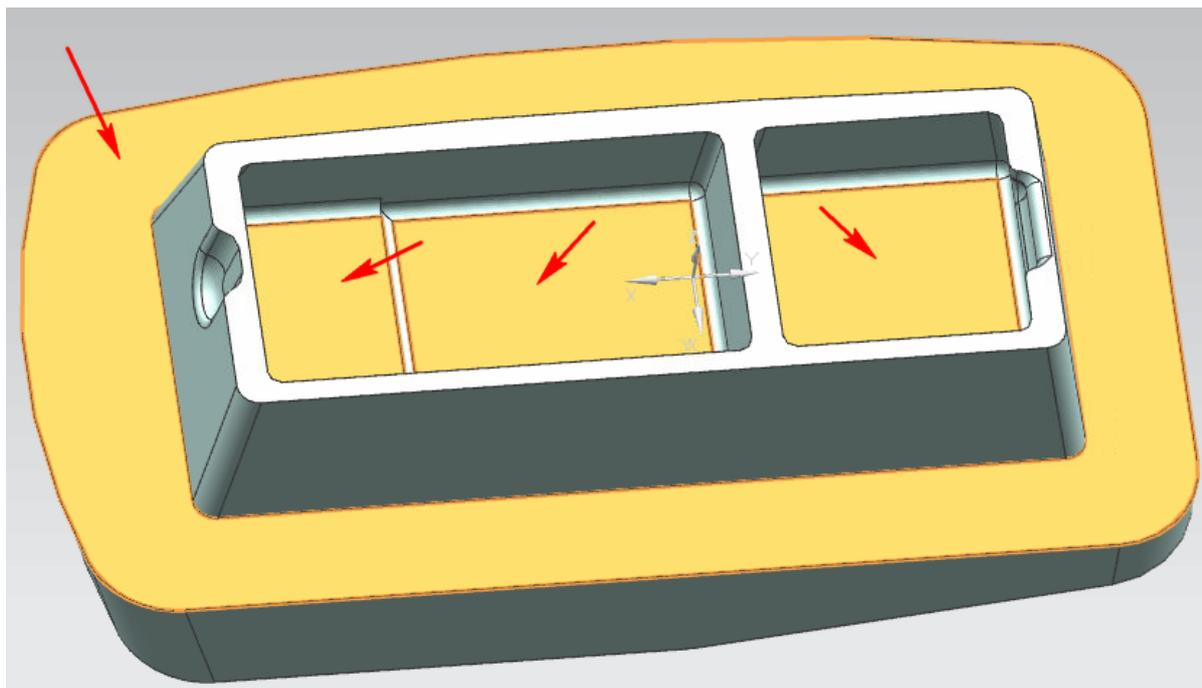

Рис. 2.36. Выбор граней в качестве области резания
- выберите область резания для обработки (см. рис. 2.36);